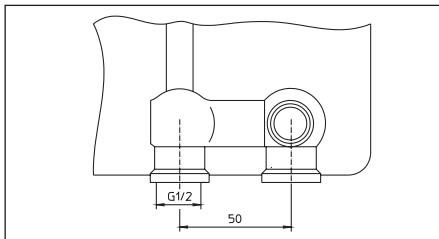
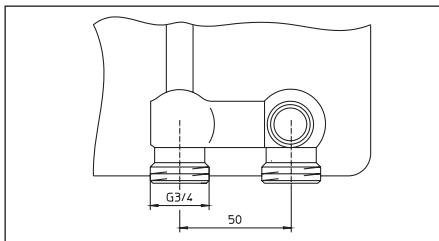

Рис. 8 Вентильная гарнитура, G 1/2 BP
Рис. 9 Вентильная гарнитура, G 3/4 НР по DIN EN 16313 (евроконус)
Запорно-присоединительные узлы „Multiflex F“ для двухтрубных систем (ZB) применяются для отопительных приборов со встроенным вентилем с внутренней резьбой G 1/2 BP (Рис. 8) или наружной резьбой G 3/4 HP (Рис. 9) по DIN EN 16313 (евроконус) и межосевым расстоянием 50 мм в качестве запорной арматуры и облегчают монтаж при прокладке трубопроводов.